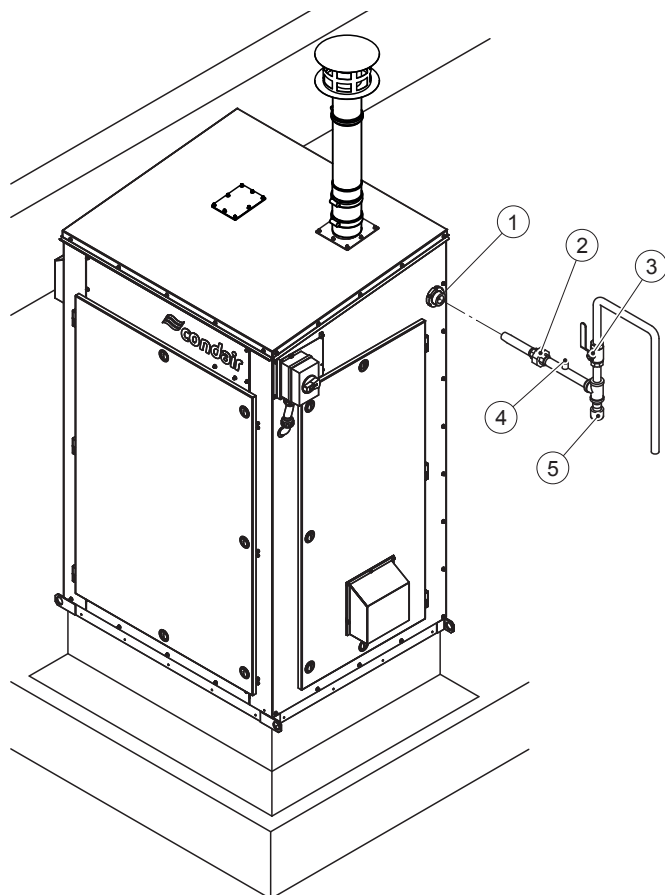

Fig. 15: Vue d'ensemble de l'installation de la conduite de gaz
La conduite d'alimentation en gaz doit être installée conformément à la Fig. 15 à la page 44 et aux codes locaux applicables à l'installation des conduites d'alimentation en gaz. En outre, les exigences suivantes doivent être satisfaites :
- Un robinet d'arrêt de gaz manuel certifié (voir article 3 dans la Fig. 15 à la page 44) doit être installé immédiatement en amont de l'humidificateur. Un dispositif de coupure du gaz à actionnement thermique peut également être installé en amont de l'humidificateur. Installez un tel dispositif en respectant tous les codes et règlements locaux.